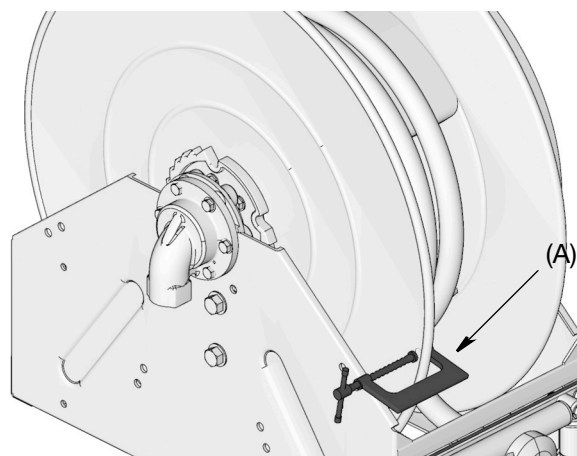

Рис. 13
- Прикрепите зажимную скобу (А) к шпуре катушки, как показано на Рис. 13, чтобы предотвратить непреднамеренное освобождение фиксатора и свободное вращение катушки.
- Надежно прикрепите зажимную скобу (А) к шпуле катушки, как показано на Рис. 13, чтобы предотвратить непреднамеренное освобождение фиксатора и свободное вращение катушки.